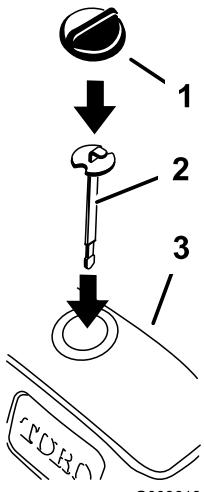

Figura 36
3. Introduzca la varilla nueva y compruebe el nivel de aceite hidráulico (Figura 36)